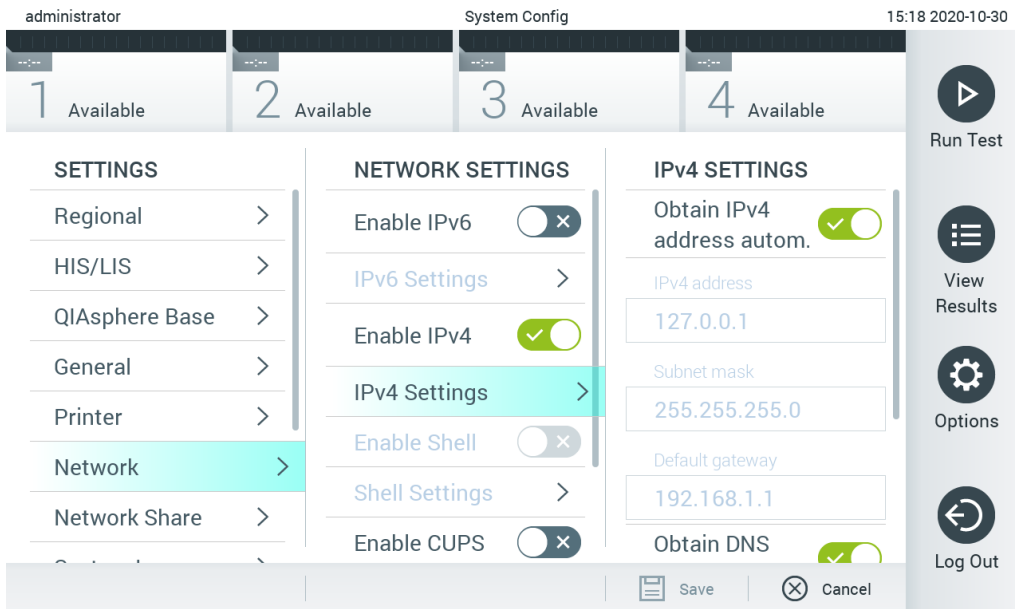

Figura 74. Definindo as configurações de rede.
2. Selecione Network (Rede) a partir da lista de configurações na coluna esquerda (Figura 74, página seguinte).